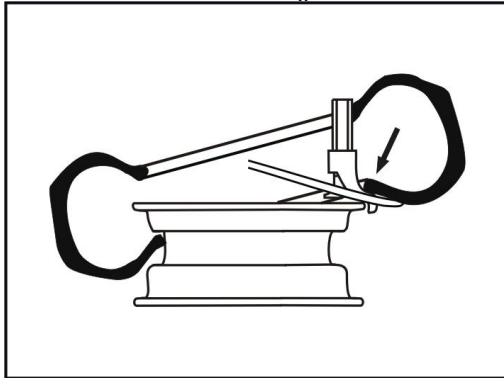

Fig.12
- Heben Sie nun mit dem Montierhebel der untere Reifenwulst über den Montagekopf (fig.12).